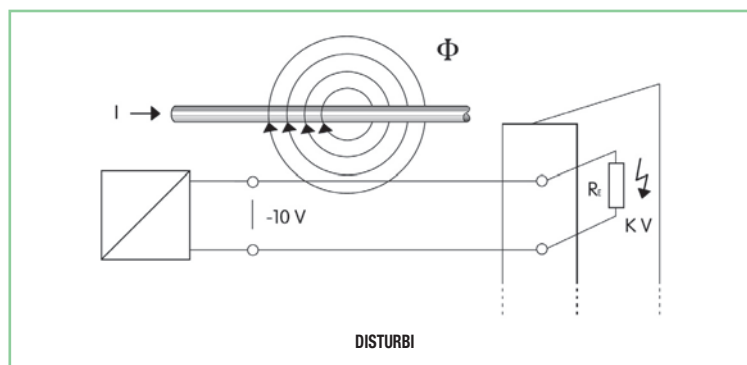

fig. 6
- i cavi di segnale sono cablati in condotti con cavi di potenza (fig. 6)